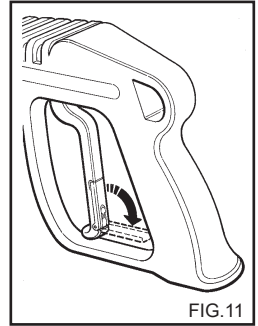

FIG.11
- Quando a hidrolimpadora não está sendo utilizada, deve-se fechar o dispositivo de segurança do punho.(fig.11)